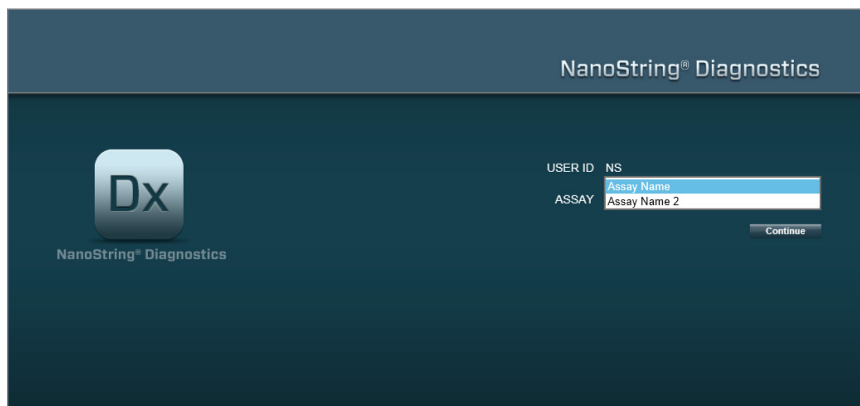

FIGURA 4.2: comando **Assay Type** (Tipo saggio) sulla pagina di accesso
- **Autorizzazioni utente per più saggi:** se l'utente ha accesso a più di un saggio, verrà visualizzato il comando **Assay Type** (Tipo saggio). L'utente dovrà quindi selezionare un saggio, quindi fare clic su **Continue** (Continua) (FIGURA 4.2).